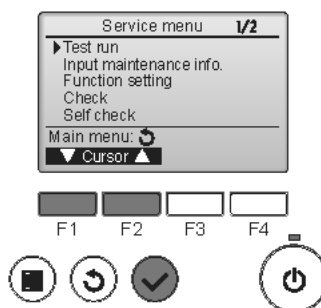

Fig. 8-1
- ① Vælg "Test run" (Testkørsel) i Service menu (Servicemenu), og tryk på knappen [VÆLG]. (Fig. 8-1)